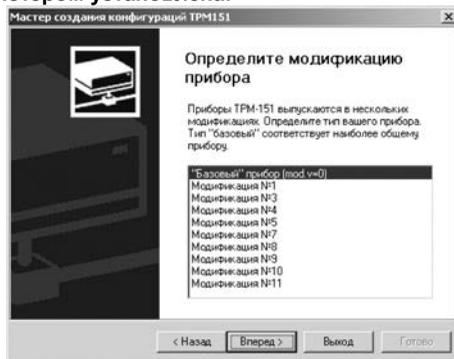

Рисунок 10.2
**Если модификацию считать не удастся**, появится соответствующее сообщение. После нажатия «ОК» открывается окно с приглашением выбрать модификацию прибора из списка (рисунок 10.2).